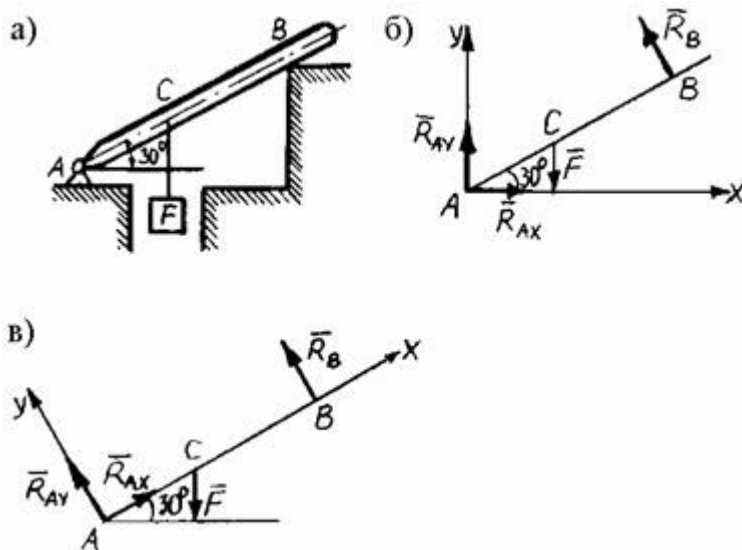

Рис.1
Из рис. 1, б видно, что $BE = 1 \cdot \sin 30^\circ = 0,5$ м, тогда
Пример 3. Брус (рис. 1, а) шарнирно закреплен в точке A , а в точке B опирается на выступ стенки, образуя с горизонтальной плоскостью угол 30° . В точке C на расстоянии $AC = 1$ м брус нагружен перпендикулярной к нему силой $F = 800$ Н. Определить реакцию шарнира A и выступа, если $AB = 2,4$ м.
1. Изобразим заданный груз вместе с нагрузками на рисунке, соблюдая при этом угол наклона бруса и масштаб для размеров по его длине (рис. 1, б).
2. Освободим брус от связей (в точках A и B), заменив эти связи их реакциями. Нужно помнить, что при свободном опирании тела о связь реакция связи направлена от связи к телу перпендикулярно либо поверхности тела, либо поверхности связи. В данном случае конец бруса B опирается на выступ стены, значит, реакция выступа направлена перпендикулярно брусу (рис. 1, б и 1, в). Направление реакции неподвижного шарнира A , как правило, заранее неизвестно, и поэтому эту реакцию заменяем ее составляющими, направленными вдоль выбранных координатных осей X и Y . Приняв за начало координат точку A , можно придать осям обычное горизонтально-вертикальное положение (рис. 1, б), тогда реакция R_A шарнира A заменяется составляющими R_{Ax} и R_{Ay} . Но можно выбрать иное направление осей, например: ось X совместить с бруском AB , ось Y направить перпендикулярно брусу (рис. 1, в), тогда реакция шарнира A заменяется составляющими R'_{Ax} и R'_{Ay} .
3. Для получившейся расчетной схемы действия на брус плоской системы четырех сил составим три уравнения равновесия. Если задача решается по схеме на рис. 1, б, то целесообразно составить уравнения:
Если задача решается по схеме на рис. 1, в, то целесообразно составить уравнения: